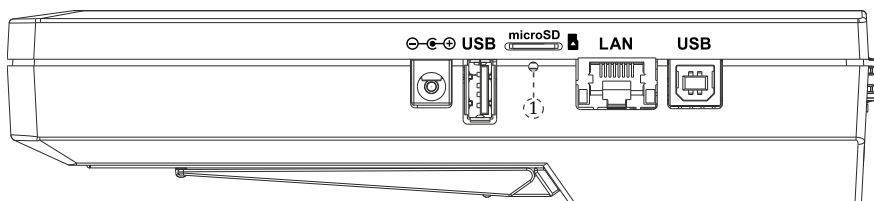

Рис. 4.6. Боковая панель прибора Беркут-ЕТ
3. Подключить блок питания к разъёму питания прибора (см. рис. 4.6), а затем к электрической розетке. После подключения загорается индикатор «Power» (см. раздел 4.6).
Подключение к прибору Беркут-ЕТ выполняется с помощью персонального компьютера (ПК) по интерфейсу Ethernet (см. раздел 5.2 и 5.3). Для соединения используется порт LAN — системный порт 10/100/1000BASE-T, расположенный на боковой панели корпуса устройства (см. рис. 4.6).